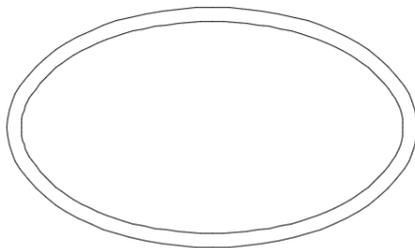

图 2-38 绘制同心椭圆
(2) 单击“默认”选项卡“绘图”面板中的“椭圆”按钮, 绘制茶几内部椭圆, 结果如图 2-38 所示。命令行提示与操作如下。